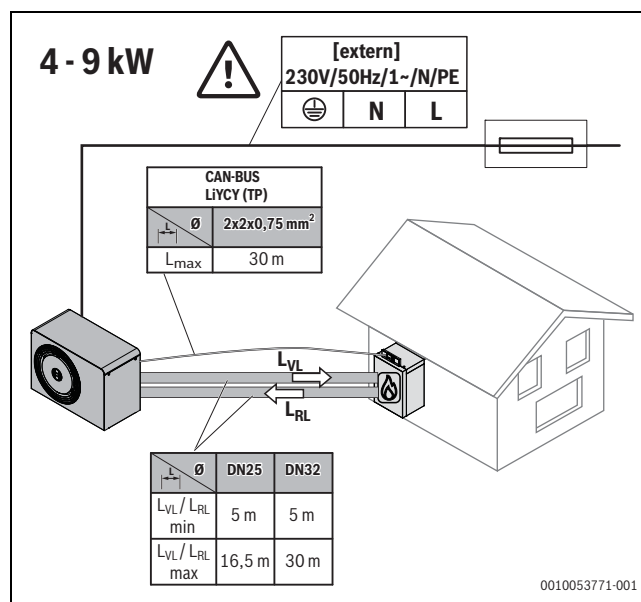
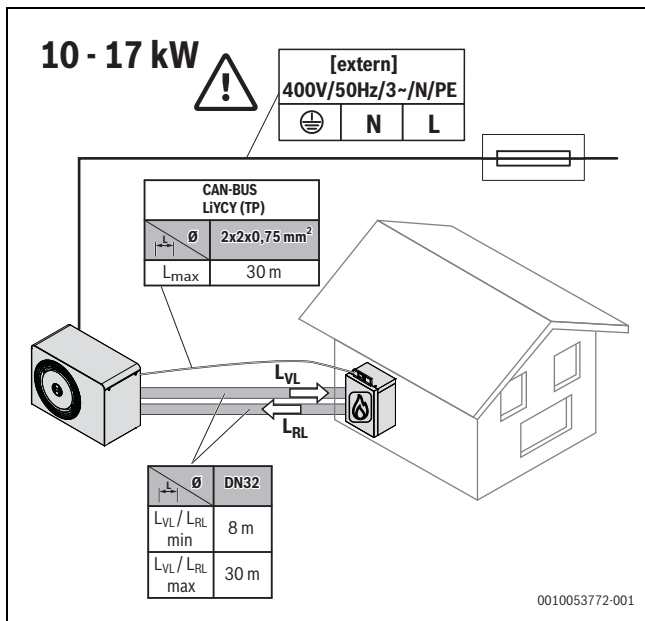

Fig. 8 Exigences relatives à la longueur des conduites 4 – 9 kW
Fig. 9 Exigences relatives à la longueur des conduites 10 – 17 kW
- Respecter les longueurs minimales et maximales de la conduite et du câble de BUS CAN entre le raccordement au niveau de l'assemblage de la tuyauterie HF-Set HYC40-2 (longueur simple du tuyau) et l'unité extérieure (→ fig. 8 ou fig. 9)